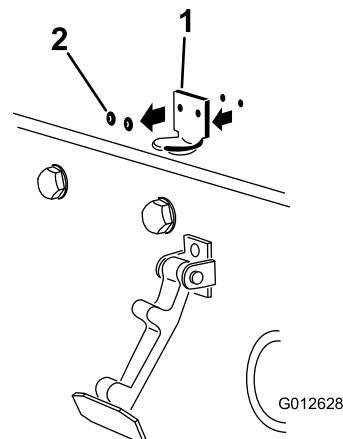

Рисунок 13
2. Извлеките 2 заклепки, которые крепят кронштейн защелки капота к капоту (Рисунок 13), и снимите кронштейн защелки с капота.